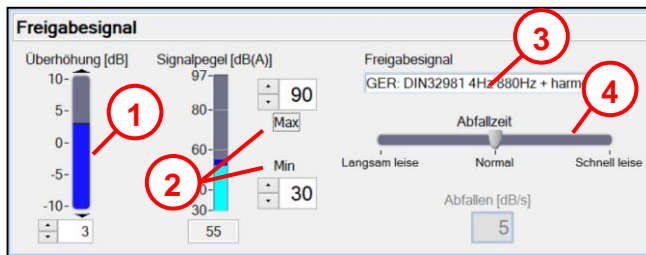

Abb. 29
- Wird hier die Straßenbreite eingestellt, wird die Einstellung „Überhöhung“ (siehe Abb. 29) des Freigabesignales festgelegt.